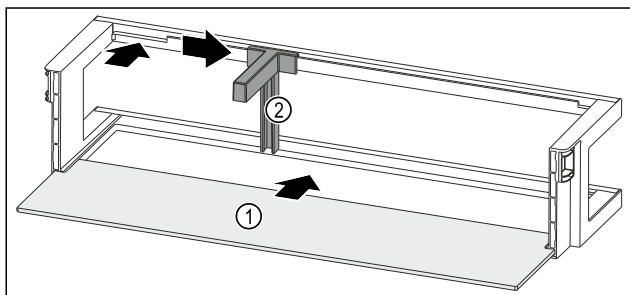

Fig. 135 Ajtópolc tárolólappal
- Tolja be a tárolólapot Fig. 135 (1) az oldalsó mélyedésé-
- Helyezze be a palacktartót Fig. 135 (2) a mélyedésbe.
- Tolja oldalra a kívánt pozícióba a palacktartót Fig. 135 (2).